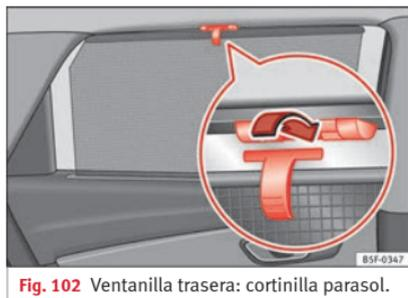

Fig. 102 Ventanilla trasera: cortinilla parasol.
- Desenrolle la persiana y engánchela en el gancho situado en el centro del marco superior de la puerta » fig. 102.